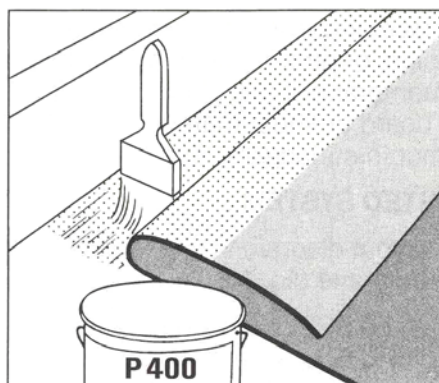

Рис. 4
4.1.5. Приклейте лист горизонтально по периметру на ширину 20 см на адгезив P400 (рис.4)
4.2.7. Приклейте лист горизонтально по периметру на ширину 20 см на адгезив P400 и на парапеты (рис.4).